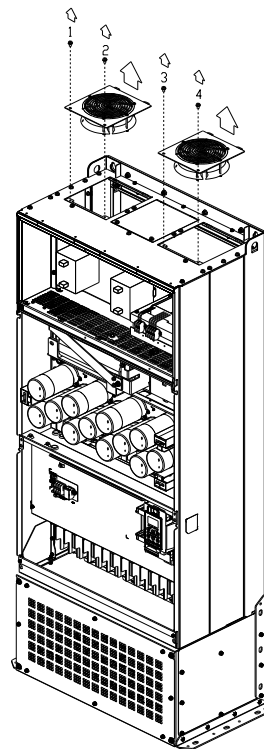

Рис. 4
4. Выкрутите винты 1–4 (как показано ниже) и снимите вентилятор. Перед снятием убедитесь, что кабель питания отключен. Момент: 24–26 кг-см / [20.8–22.6 ф-дм] / [2.4–2.5 Нм] (Рис. 4)